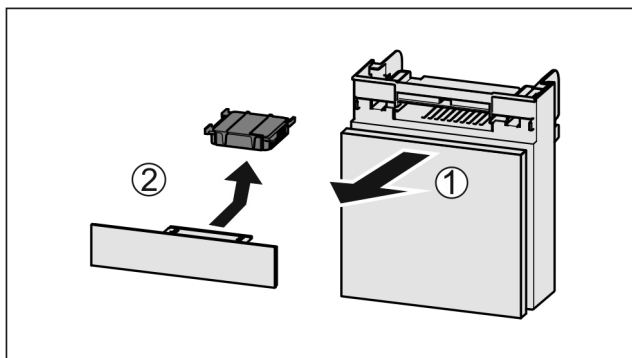

Fig. 212
- ▶ Потягніть Fig. 212 (1) відділення вперед.
- ▶ Витягнути Fig. 212 (2) фільтр з активованого вугілля.